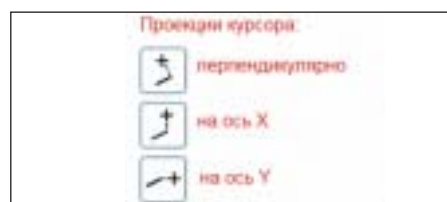

Рис. 7. В процессе построения объектов пользователь может управлять режимом проецирования курсора
- Выравнивание по оси Y (рис. 7).